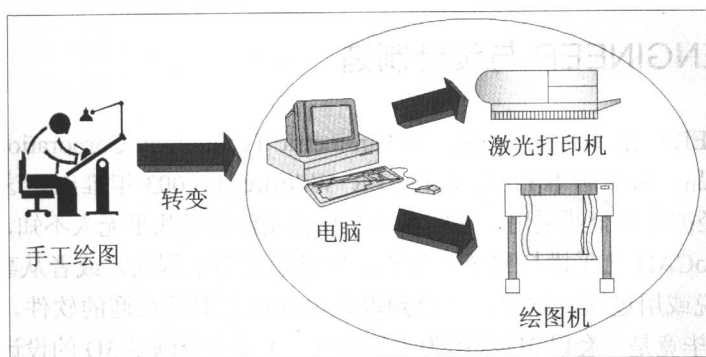

图 1.2
(1) CAD(Computer Aided Design): 是计算机辅助设计的意思,它扮演着制图革命的角色,淘汰了传统的制图工具,将设计制图的工作移转到计算机上进行,如图 1.2 所示。不仅提高了绘图效率,而且提高了绘制图形的精确性与编辑图形的方便性,同时,大大地节省了储存图形文件的空间,目前被广泛应用于机械制图、工程规划流程图、电子电路图、土木建筑、室内设计及其他相关领域。